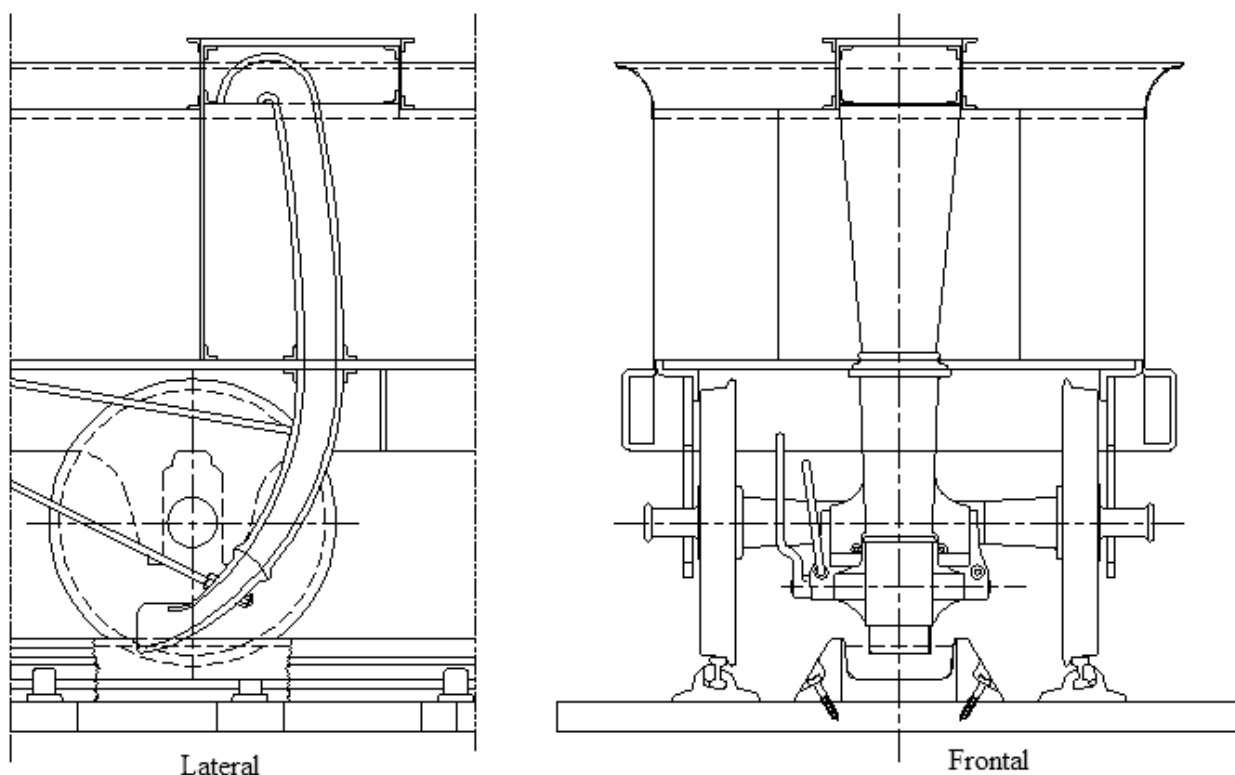

Fig. 746 – Sistema Ramsbottom de toma de agua en marcha.
**177. Toma de agua en marcha** – El llenar los ténderes en las aguadas no tiene efecto sin sus inconvenientes: la locomotora debe detenerse en un punto exactamente determinado; la duración de la operación es a veces de varios minutos, y sobre todo para los largos trayectos sin paradas, hay que arrastrar un enorme ténder. Una curiosa disposición, imaginada por el ingeniero inglés Ramsbottom, permite tomar el agua en marcha (fig. 746).